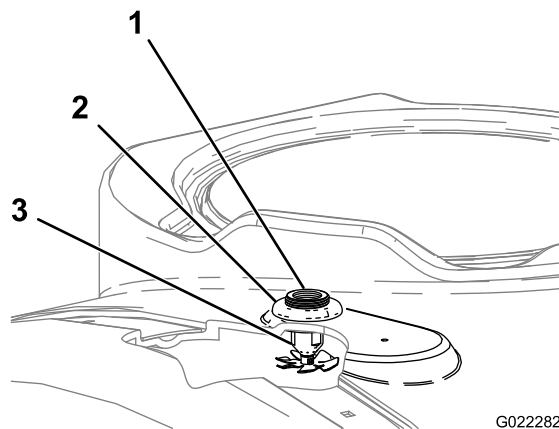

Figura 18
3. Monte os conjuntos de bicos através dos furos perfurados (Figura 18).
4. Na parte superior do depósito, instale as porcas flangeadas de plástico por cima das roscas expostas das uniões do anteparo para os bicos de lavagem (Figura 18).